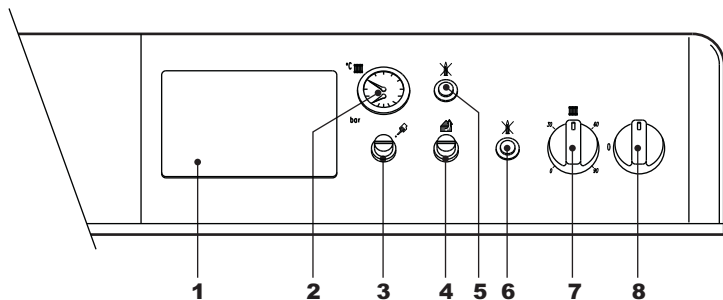

рис. 1 - Панель управления
- Переведите выключатель котла "8" в положение 1 (рис. 1).
Задайте с помощью термостата температуры воздуха в помещении нужную температуру внутри помещения. При поступлении команды от комнатного термостата котел включается, обеспечивая нагревание воды в системе отопления до температуры, заданной регулирующим термостатом 7 на рис. 1. При достижении в помещении желаемой температуры котел выключается.